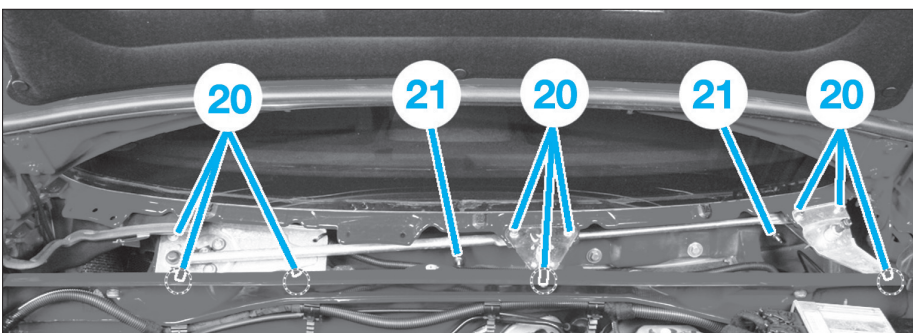
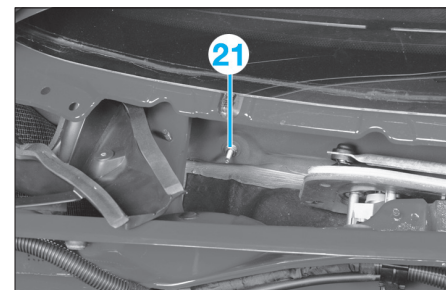

FIG. 37
FIG. 38
- l'ensemble des vis (20) de fixation du mécanisme d'essuie-glace (Fig.37).
- Sans vouloir déposer complètement le mécanisme d'essuie-glace, le dégager latéralement vers le conducteur, juste pour pouvoir accéder à l'un des 3 écrous (21) de fixation arrière de la planche de bord (Fig.37) et (Fig.38).